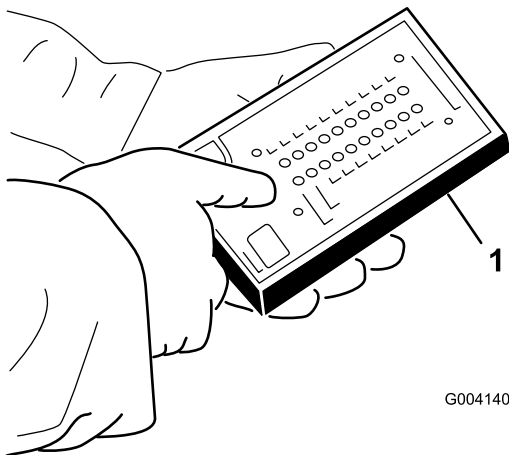

Figure 50
5. Branchez le connecteur de l'affichage de diagnostic ACE au connecteur du faisceau de câblage (Figure 50).